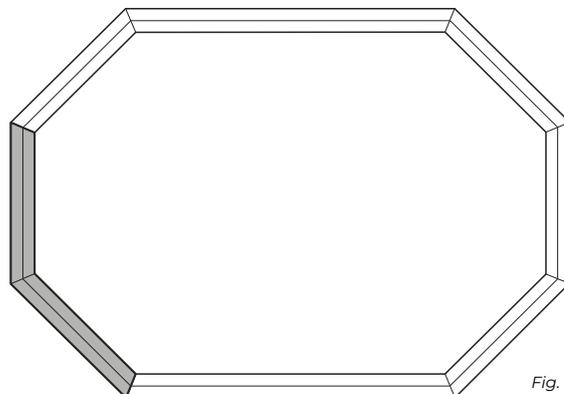

Fig. 19
- Positionner les margelles (fig 19)